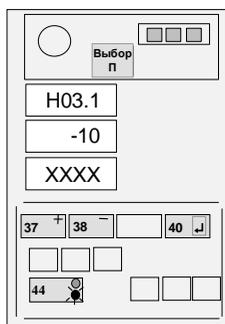

Рисунок 10
ИЖЦ код "Н03.1", а затем, нажимая кнопки "+" (37) и "-" (38), установить, контролируя по показаниям среднего ИЖЦ, значение температуры, равное показаниям термометра (см. рисунок 10).